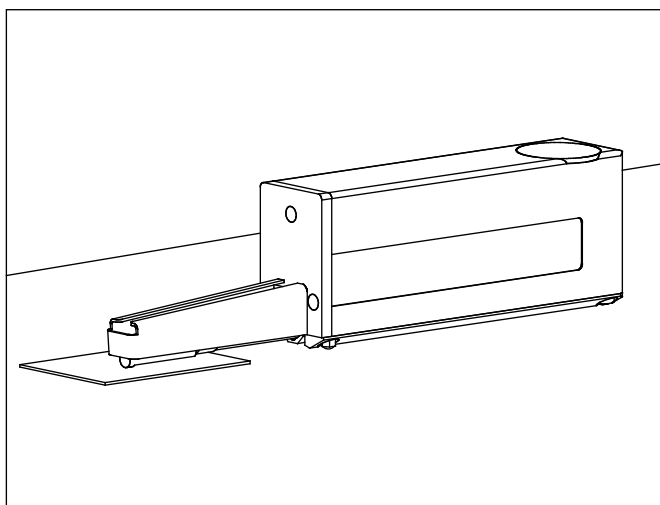

Fig. 5
- En objetos de medición pequeños y planos (altura máx. 4 mm), la unidad de avance se sitúa de forma que el palpador quede por encima del objeto y pueda bajarse hacia la superficie a medir mediante el ajuste automático de altura (véase *fig. 5*).